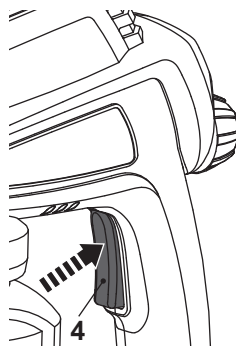

Fig. 3
- > Prima o botão LIGAR/DESLIGAR (ON/OFF) (4) para ligar o produto (Fig. 3).
- > Solte o botão LIGAR/DESLIGAR (ON/OFF) (4) para desligar o produto.